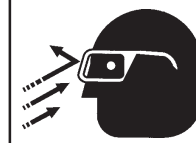

**Figura 25. Interruptor de control de dirección (REVERSA)**
2. Coloque el **interruptor de control de dirección** en la posición de **REVERSA** (Figura 25). Esto revolverá el agua y el cemento para convertirlo en mortero.